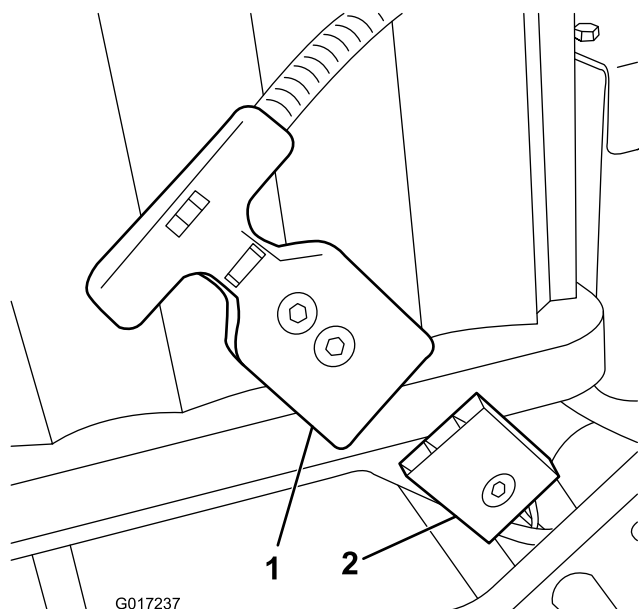

Figura 13
Nota: Se não conseguir combinar o receptáculo da bateria com o tampão da cablagem da máquina enquanto a bateria estiver instalada, pode ligar a cablagem à bateria e, em seguir, instalar a bateria. Retire o conector da alimentação principal (Figura 13) da base da bateria. Instale o conector na bateria como descrito. Instale a bateria na base, enroscando a cablagem ligada através do furo adequado e, em seguida, prenda
15. Ligue o conector da pega em T da cablagem principal ao conector de alimentação na base da bateria (Figura 13).